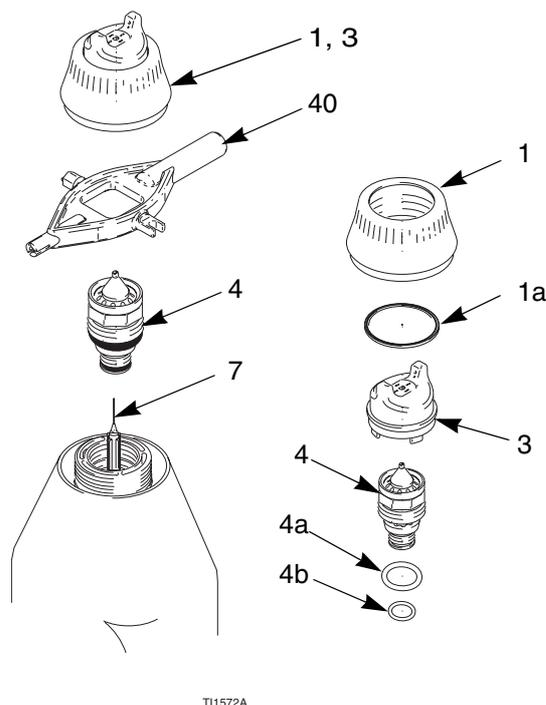

Fig. 23. Reemplazo del cabezal de aire/boquilla
2. Retire el anillo de retención del cabezal de aire (1) y el cabezal de aire (3). Vea Fig. 23.
3. Apunte hacia arriba la pistola mientras saca el conjunto de la boquilla (4) con la herramienta multiusos (40).